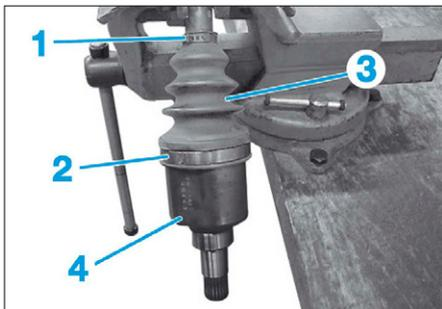

FIG. 13
- Déposer les colliers de serrage (1) et (2) (Fig.13).
- Ecarter le soufflet de transmission (3).
- Déposer le boîtier tripode (4).
- le soufflet de transmission (3) (Fig.13).
- les colliers de serrage (1) et (2) du soufflet de transmission (3) (Fig.13).
- le boîtier tripode (4),
- le soufflet de transmission (3).